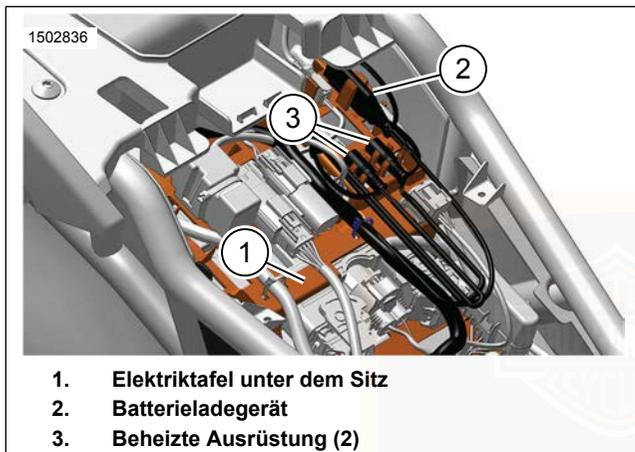

Abbildung 40. Unter dem Sitz
Siehe Abbildung 40. Die Steckverbinder für beheizte Ausrüstung (3) befinden sich in der Elektrihtafel unter dem Sitz (1). Um Schäden während des Betriebs zu vermeiden, müssen die Steckverbinder für beheizte Ausrüstung ordnungsgemäß verlegt werden.
2. Siehe Abbildung 40. Die unter dem Sitz versteuten Steckverbinder für beheizte Ausrüstung (3) aus der Elektrihtafel (1) entfernen.